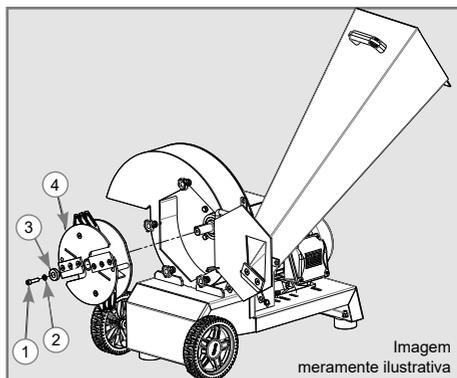

Figura 7
- ✓ Com a chave Allen 3/16" segure o parafuso (5) e a chave estrela 1/2" que acompanha no manual, solte as porcas de fixação (6), retire as arruelas de pressão (7), os parafusos (5), retire a faca (8), conforme a Figura 7.